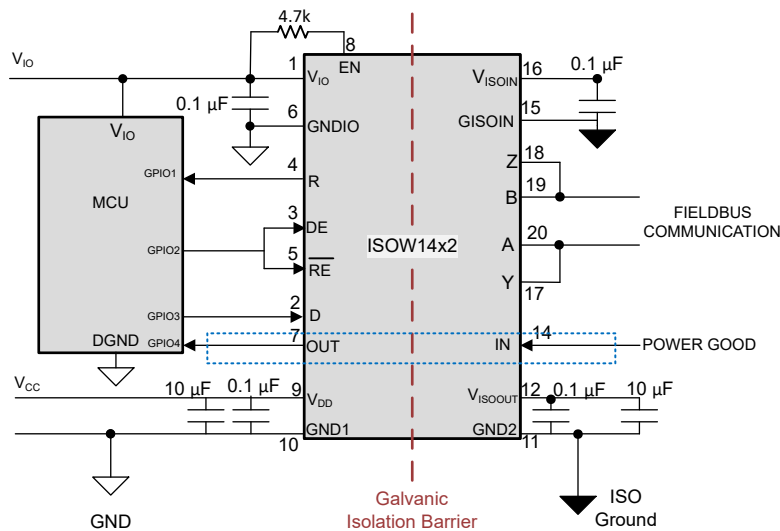

图 8. 使用 GPIO 通道传输诊断信号
3. 工厂自动化、楼宇自动化：在一些工厂自动化或楼宇自动化应用中，隔离式 RS-485 通常用于现场总线通信。在某些情况下，诊断信号从总线侧传输到微控制器侧，以监控总线侧是否存在电源或监控隔离栅的健康状况。这可通过分立式光耦合器或数字隔离器来实现，但这样做会在设计中增加额外的分立式组件并占用更多的电路板面积。ISOW14x2 器件具有集成式 GPIO 通道，如图 8 所示，无需采用这种用于诊断监控信号的分立式实施方案。